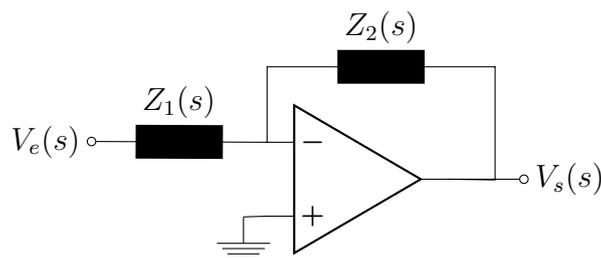

FIGURE 16 – Montage inverseur
3. On considère le montage inverseur de la Figure 16, en régime linéaire.